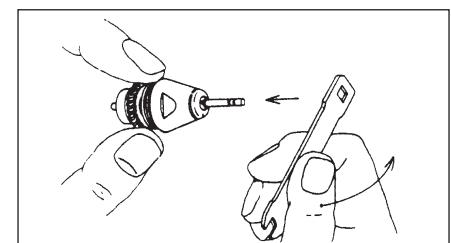

Abb. 11
- 2) Den Rotor nach unten halten, den mitgelieferten Schraubenschlüssel auf den Verschluss am Ende des Rotorschafths setzen und in Pfeilrichtung drehen, wie in Abb. 11 gezeigt.